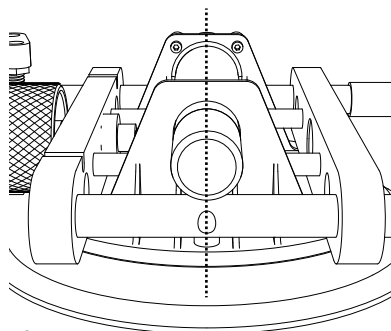

fig. 2
6. En cada unidad, gire el rodillo moleteado para centrar el cilindro del mango con la muesca de alineación. (ver fig. 2)